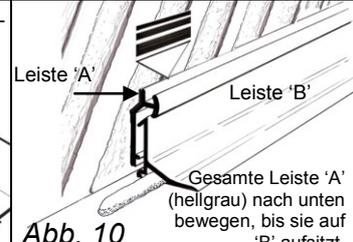

Abb. 10
- Da der Klebstoff nun noch nicht ausgehärtet ist, bewegen Sie wie in **Abb. 10** die gesamte hellgraue Leiste 'A' vorsichtig entlang der Wand nach unten, bis sie auf der Oberseite der Leiste 'B' ganz aufsitzt. Bitte achten Sie darauf, dass die Leiste 'B' richtig in der Kerbe der hellgrauen Leiste 'A' ist.
13. Da der Klebstoff nun noch nicht ausgehärtet ist, bewegen Sie wie in **Abb. 10** die gesamte hellgraue Leiste 'A' vorsichtig entlang der Fliesen nach unten, bis sie auf der Oberseite der Leiste 'B' ganz aufsitzt. Bitte achten Sie darauf, dass die Leiste 'B' richtig in der Kerbe der hellgrauen Leiste 'A' ist.